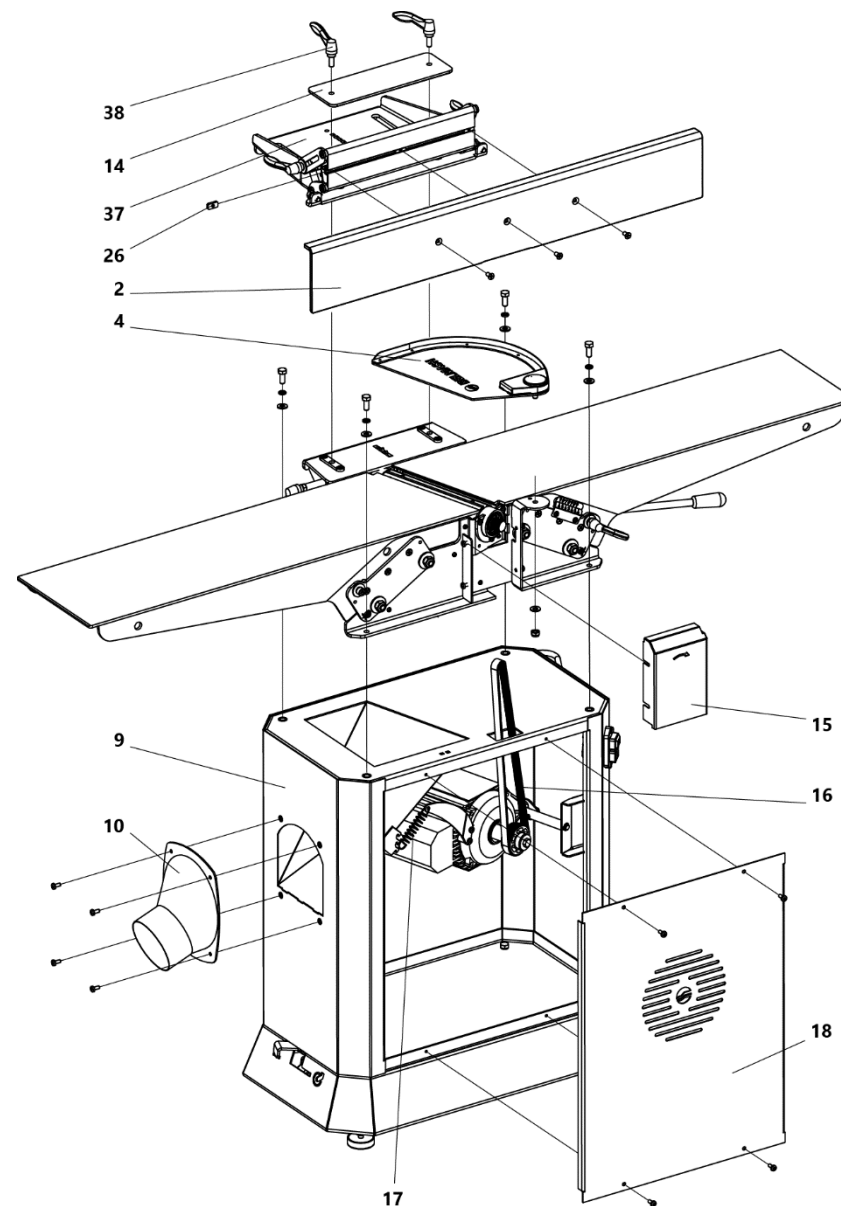

Рисунок 3 Сборка станка
- установите кожух для удаления стружки 10 и закрепите винтами M5×12 (рис. 3);